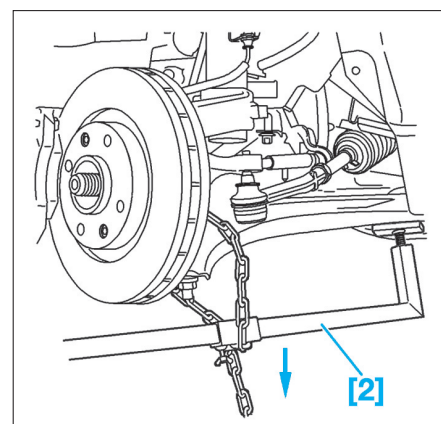

Fig. 4
• A l'aide de l'outil [2], dégager la rotule de pivot (Fig.4).